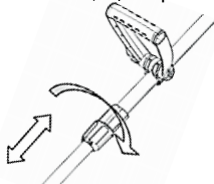

Рисунок 3
3.5 Регулювання довжини телескопічної штанги (дивіться рисунок 3)